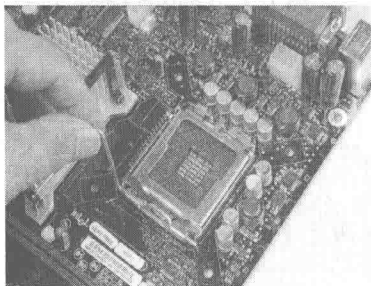

图 1-8 拉起拉杆
(1) 用适当的力向下微压固定 CPU 的压杆,同时用力往外推压杆,使其脱离固定卡扣,拉起 CPU 插座边的拉杆,使其呈 90° (见图 1-8),再将固定 CPU 的扣盖打开。